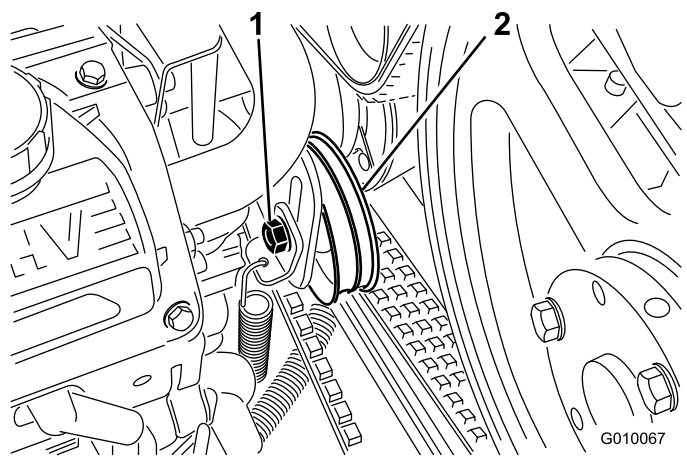

Figure 57
4. Desserrez le boulon de la poulie de tension de la courroie juste assez pour lui permettre de bouger dans la fente de réglage (Figure 57).